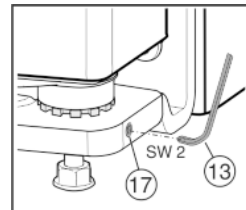

Fig. 17
- ▶ Deșurubați puțin știftul filetat Fig. 17 (17) (maxim o rotație!).
- ▶ Strângeți din nou ferm știftul filetat Fig. 17 (17), pentru a fixa bolțul suport.